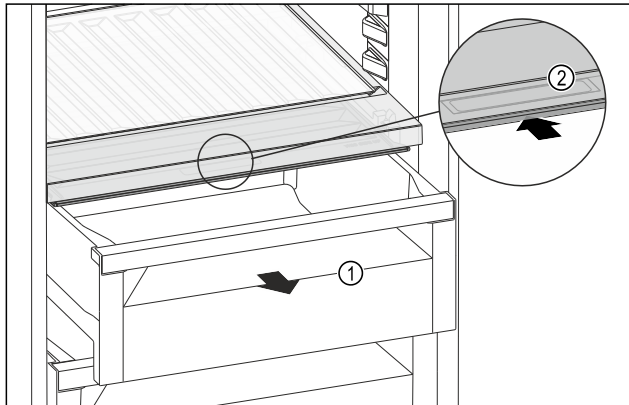

Fig. 123
- ▶ Estrarre il cassetto Fig. 123 (1).
- ▶ Afferrare la maniglia incassata Fig. 123 (2) sul coperchio dello scomparto e spingere allo stesso tempo all'indietro il coperchio dello scomparto.